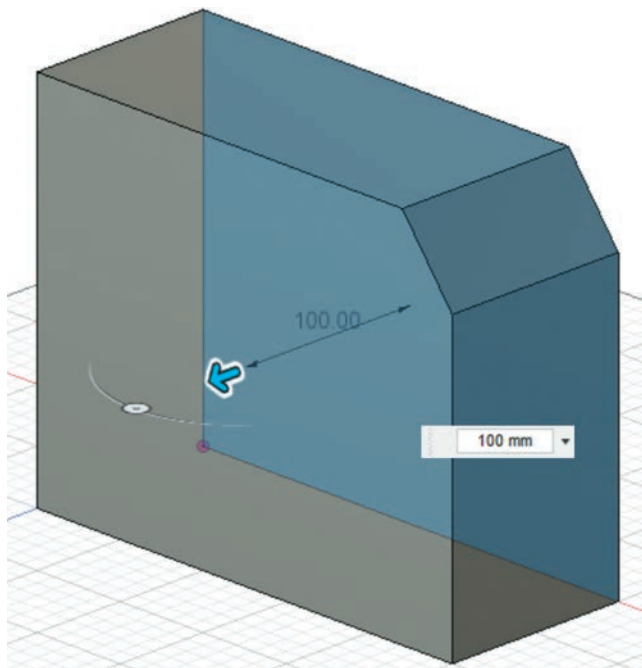

Рис. 30. «Вытягивание» основного корпуса канистры
- 1.5. Теперь с помощью инструмента **Extrude** из группы **Create** «вытянем» наш скетч в 3D-модель на **100 мм** (рис. 30).